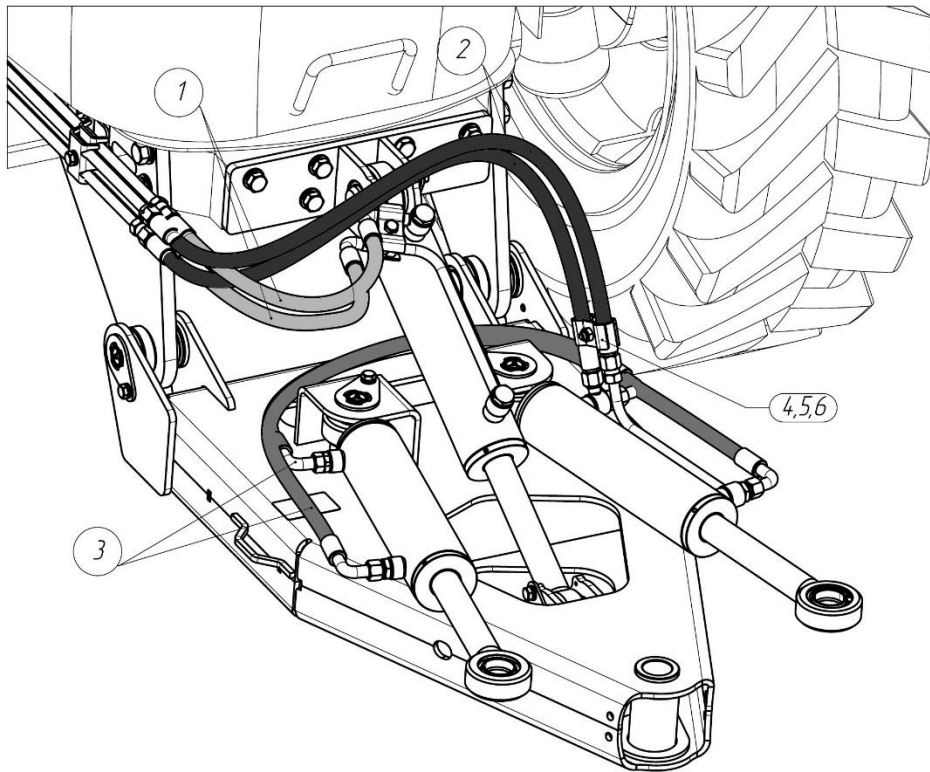

Рисунок 12 – Подключение гидроцилиндров отвала
Установите РВД согласно схеме (Рисунок 12). Подключите РВД длиной 0,5м (1) к верхним трубкам и гидроцилиндру подъёма отвала. РВД длиной 1м (2) присоедините к нижней трубке и